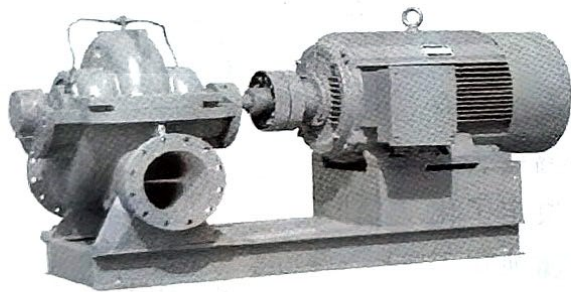

图 5-5 双吸泵
- ① 按泵轴位置分为立式泵和卧式泵;
- ② 按吸入口数目分为单吸泵和双吸泵,如图 5-5 所示;
- ③ 按驱动泵的原动机分为电动泵、汽轮机泵、柴油机泵和气动隔膜泵;
- ④ 按输送液体的性质不同,分为清水泵、耐腐蚀泵、油泵、污水泵、杂质泵;
- ⑤ 按吸液方式不同,分为单吸泵、双吸泵;
- ⑥ 按叶轮的数目不同,分为单级泵、多级泵。